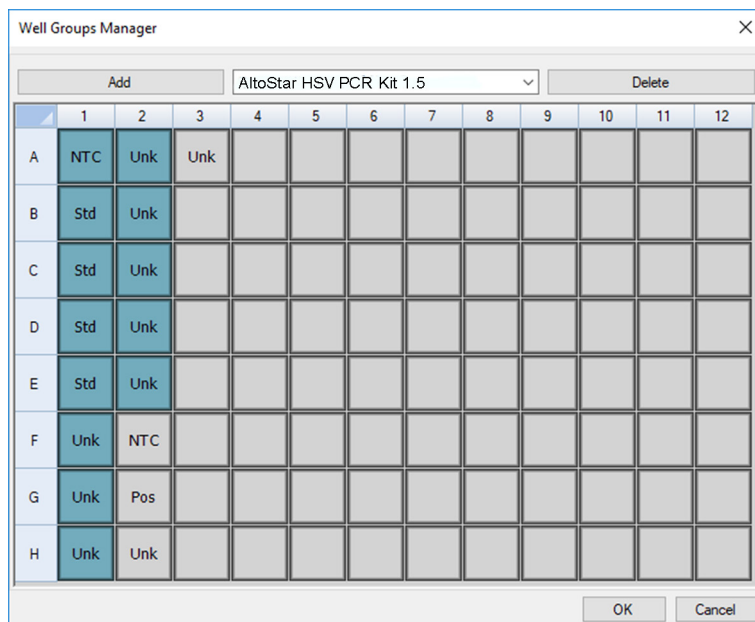

Figura 31: Cuadro de diálogo Well Groups Manager (gestor de grupos de pocillos)
2. En el cuadro de diálogo **Plate Editor** (editor de placa), haga clic en **Well Groups...** (grupos de pocillos...) en la barra de herramientas. Se muestra el cuadro de diálogo **Well Groups Manager** (gestor de grupos de pocillos) (consulte la Figura 31).
5. Seleccione todos los pocillos en el área de la PCR Plate (placa PCR) que pertenezcan al primer ensayo (consulte la Figura 31). Los pocillos que pertenecen a un ensayo individual pueden identificarse en el cuadro de diálogo **Plate Editor** (editor de placa) mediante la entrada del campo **Biological Set** (conjunto biológico).